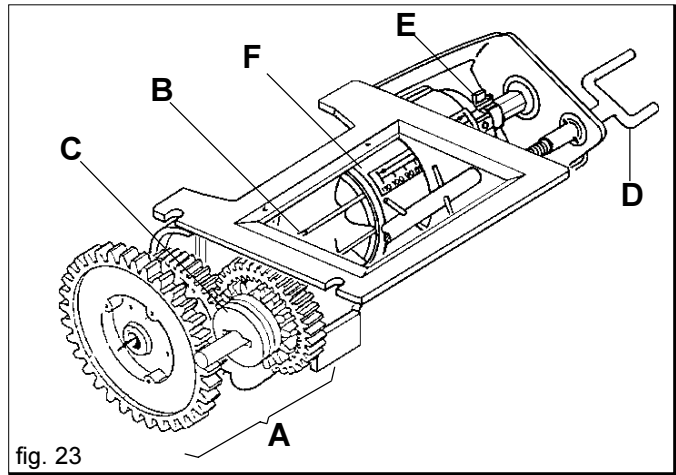
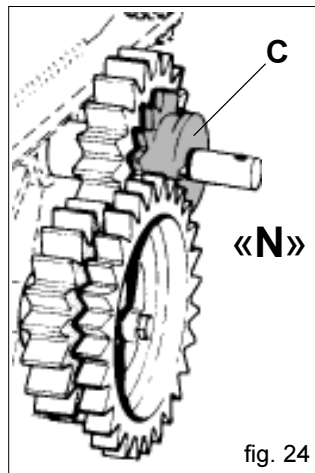
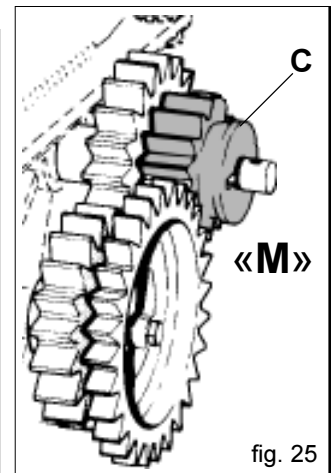

fig. 23
fig. 24
fig. 25
El dosificador (Fig 23), que es el órgano principal para el funcionamiento de la sembradora, se encuentra colocado debajo del tanque de las semillas. Recibe el movimiento de la rueda de transmisión a través de los engranajes (que tendrán una relación proporcional a la anchura del trabajo que se deberá efectuar) y de las cadenas. Consta de un cambio (A Fig. 23), permite dos relaciones de transmisión al rodillo distribuidor (B) variando la posición de la rueda dentada roja (C Fig. 24, 25). En la posición «N» (Fig. 24), la relación con el cambio es de 1:1 dictada por el par de ruedas dentadas Z19; colocando la rueda (C) en «M» (Fig. 25), el rodillo distribuidor demediará los propios giros, puesto que la transmisión será compuesta por la rueda motriz roja Z14 y la rueda conducida Z28. Al efectuar una prueba de dosificación así como viene descrito en el capítulo 3.4.2 se notará que, respecto a la prueba con la relación 1:1, la cantidad de producto distribuido resultará demediado (véase la Tabla 4). La posición «M» de la rueda dentada (C) es necesaria para la distribución de semillas y para cantidades relativamente pequeñas. La varilla de tornillo (D) permite graduar la abertura de la persiana según el valor de la escala graduada, indicado en la tabla y de la prueba de distribución (capítulo 3.4.2).
El resorte de bloqueo (E Fig. 23) permite modificar el campo de abertura de la persiana y simultáneamente la capacidad del rodillo dosificador.
La cantidad de la semilla que debe ser distribuida por hectárea, viene graduada por el aparato de dosificación (Fig. 23) moviendo el enrejado (F) por medio del eje de tornillo (D). Las posiciones de la escala dosificación corresponden a los valores de la tabla de graduación en la columna de la izquierda (Tabla 4).